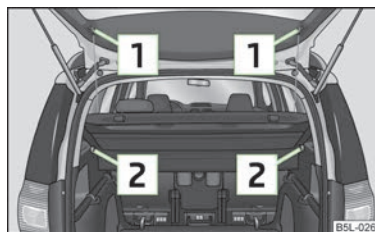

Fig. 59
- Desenganchar las cintas de sujeción [1] » fig. 59.